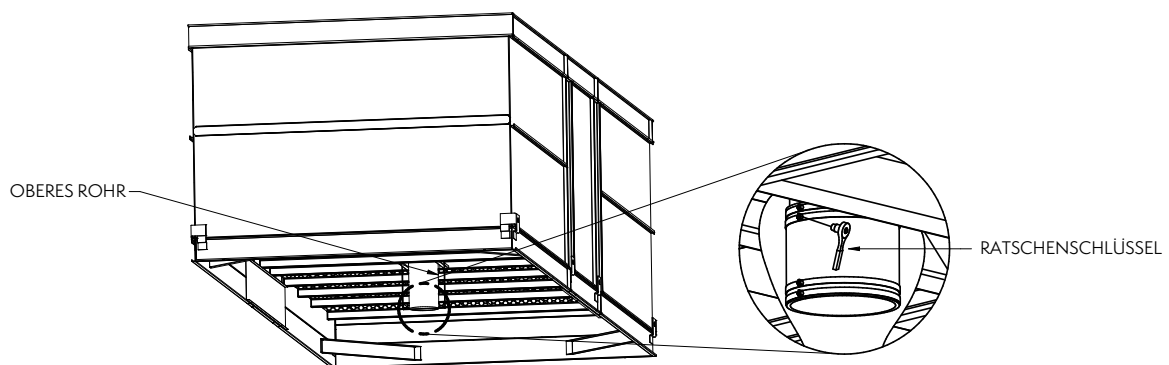

Abb. 8 – Zulaufanschluss am Gehäuseboden
4. Ziehen Sie sämtliche Rohrschellen fest (4 pro Wanne: 2 oben). Hierfür empfiehlt sich ein Ratschenschlüssel (siehe Abb. 8).